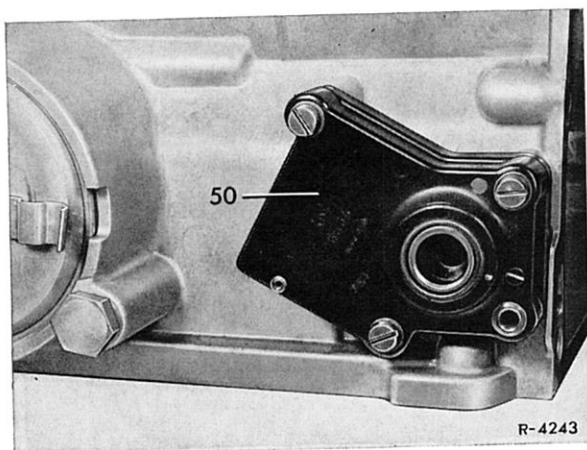

Bild 27-1/21
29 Anlaßsperr- und Rückfahrlichtschalter (50) nach Lösen der Befestigungsschrauben abnehmen (Bild 27-1/21).